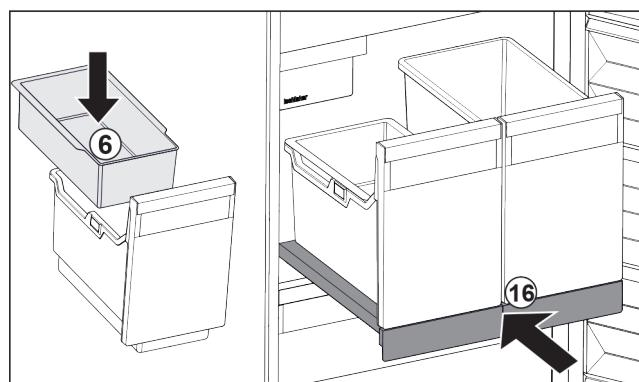

Fig. 130
- Einhängechale Fig. 130 (6) für Eiswürfel einsetzen.
- Auszugsbord mit Behälter (IceTower) einschieben. Fig. 130 (16)